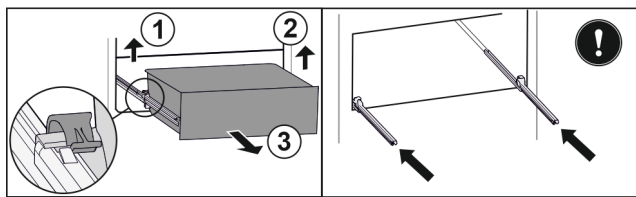

Fig. 154
- ▶ Emelje fel a bal oldali kapcsot, és ezzel egyszerre húzza előre felé a fiók bal oldalát. Fig. 154 (1)
- ▶ Emelje fel a jobb oldali kapcsot, és ezzel egyszerre húzza előre felé a fiók jobb oldalát. Fig. 154 (2)
- ▶ Vegye ki a fiókot előre felé. Fig. 154 (3)